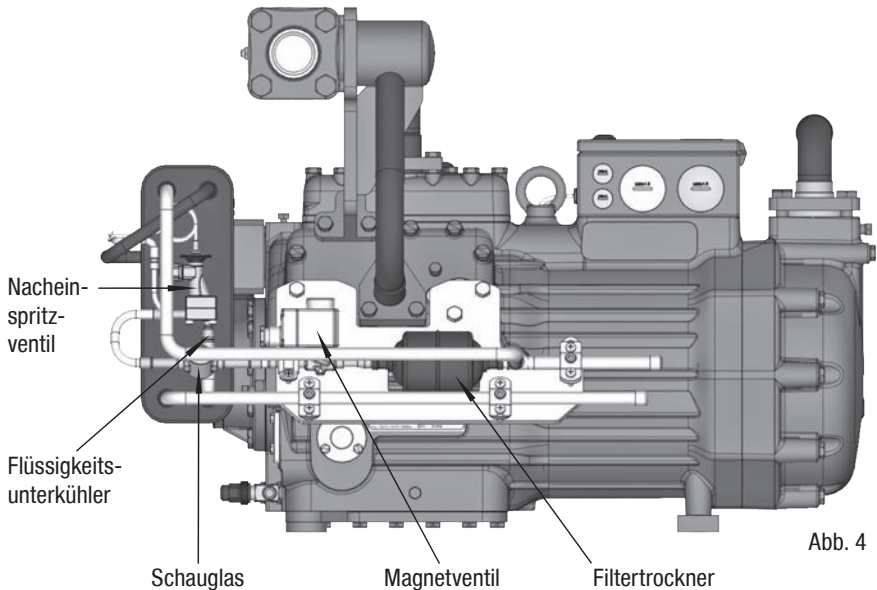

Abb. 4
- Flüssigkeitsunterkühler, Nacheinspritzventil, Magnetventil, Filtertrockner und Schauglas direkt am Verdichter angebaut, verrohrt und isoliert (Abb. 4).